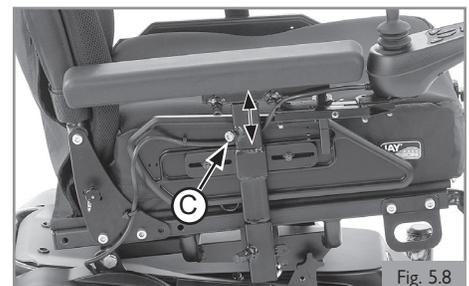

Fig. 5.8
5.6 Réglage de la hauteur d'accoudoirs prédéfinie (Fig 5.8)